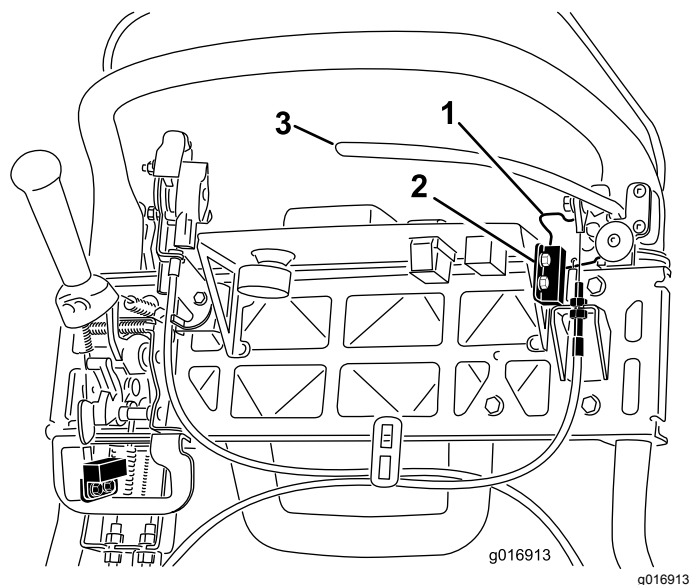

Рисунок 43
4. Ослабьте крепежные детали блокировочного выключателя (Рисунок 43).
5. Поставьте регулировочную прокладку толщиной 1,6 мм между фиксатором стояночного тормоза и блокировочным выключателем (Рисунок 43).